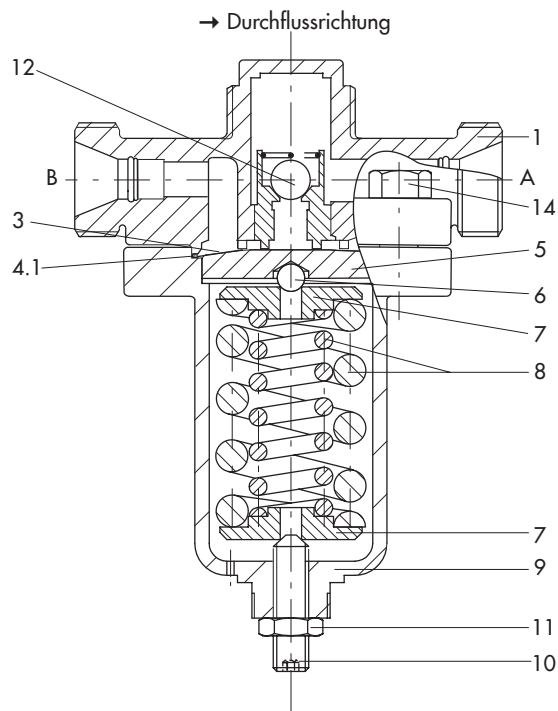

Bild 3: Überströmventil Typ 2357-21
Bei dem **Überströmventil Typ 2357-21** (Bild 3) ist die Durchflussrichtung stets von „B“ nach „A“. Im drucklosen Zustand ist das Ventil geschlossen. Der am Anschluss "B" anstehende Druck führt intern auf die Stellmembran (3). Die entstandene Kraft wirkt der einstellbaren Federkraft entgegen. Bei steigendem Druck öffnet das Ventil so lange, bis der Sollwert erreicht ist. Die integrierte Rückschlageinheit verhindert das Rückströmen des Mediums.